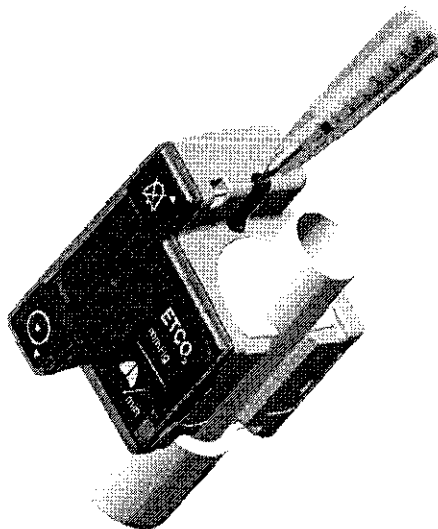

Figura 1. Liberación de la tapa de la batería
1. Presione el botón de liberación de la tapa de la batería hacia el cuerpo del capnógrafo de emergencia EMMA hasta que se abra. (Figura 1)